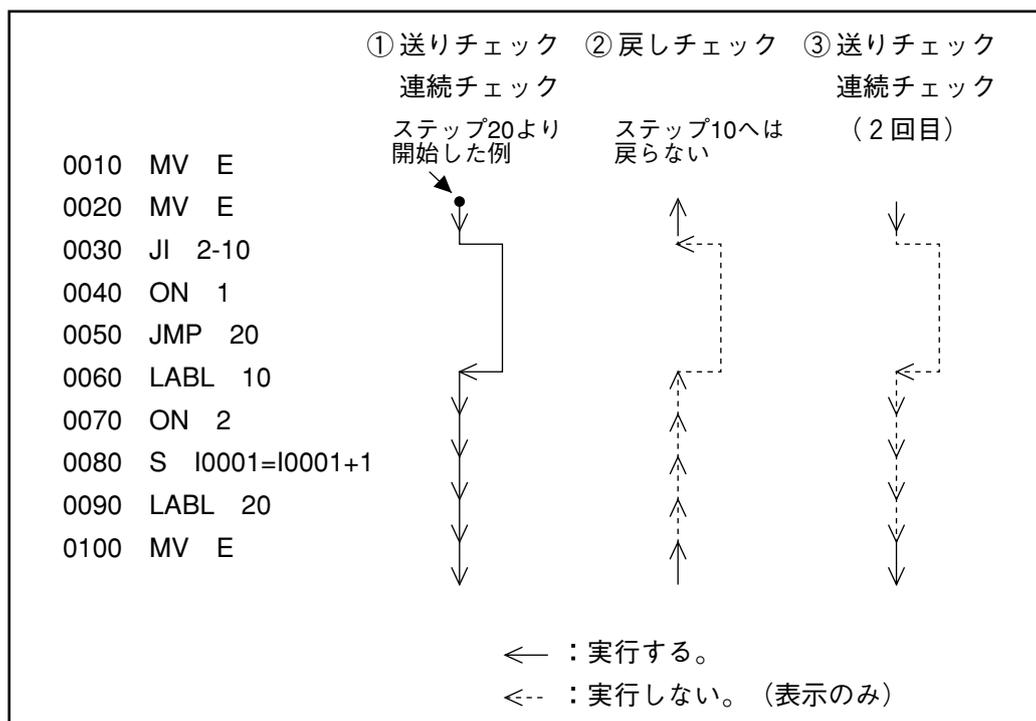

図2-24 ティーチングチェックのステップ実行順序
- (1) 戻しチェックは、連続チェックおよび送りチェックで実行した逆の順に戻ります。図2-24のように、ジャンプコマンドでジャンプした場合は、ジャンプコマンドのステップへ戻ります。
- (2) 戻しチェックのとき、動作コマンドは実行しますが(図2-24の←)、その他のコマンド(入出力、演算など)は表示が戻るだけで、実行はしません。(図2-24の<--)
- ②ただし、ツール定義(P9-27の「9-2 ツール定義」参照)は実行され有効となります。また、戻しチェック後、再度連続チェック・送りチェックを行なうときも同じ動作コマンドおよびツール定義は実行します。
- (3) プログラム途中のステップより連続チェック、および送りチェックを開始した場合は、戻しチェックでそれ以前のステップへ戻すことはできません。(図2-24を参照)
- (4) サブルーチン内で戻しチェックを行なう場合は、そのサブルーチンの先頭までしか戻すことができません。
- (5) SP0を設定すると、SP10となります。